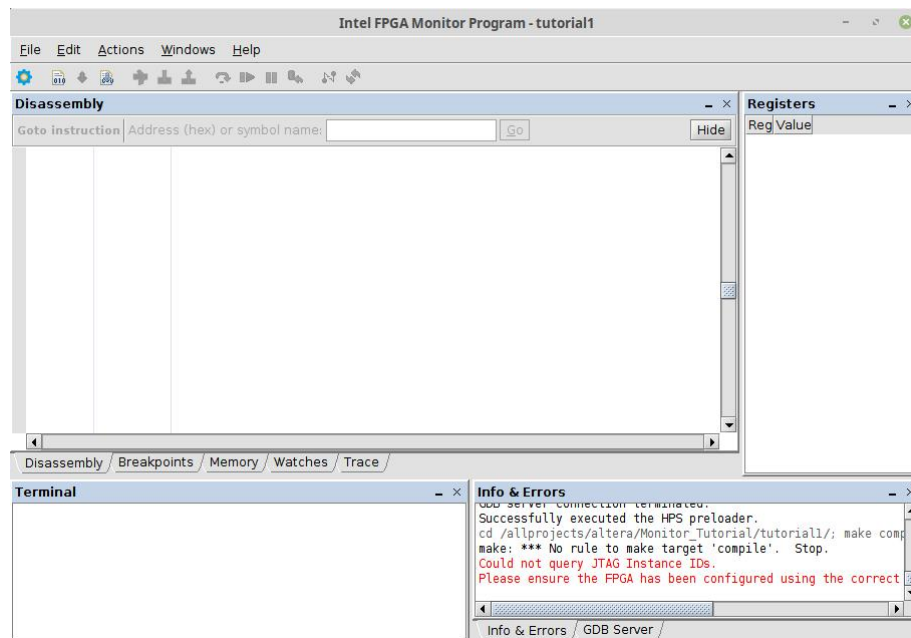

Рис. 42. Вікно Intel FPGA Monitor Program – tutorial1
14. Після успішного завантаження системи відкриється вікно **Intel FPGA Monitor Program – tutorial1**, як зображено на рис. 42.